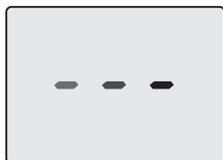
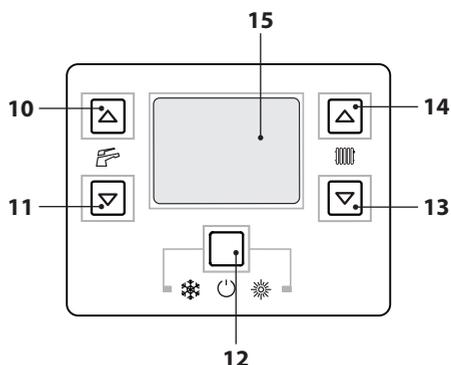

Figura 6.4
Figura 6.5
- Alimentare elettricamente la caldaia azionando l'interruttore bipolare previsto in installazione Il display LCD visualizza il simbolo  (i trattini vengono accesi in sequenza per simulare uno scorrimento) (Figura 6.4).
- Tenere premuto per 2 secondi il tasto 12 fino a far apparire sul display entrambe i simboli  e . Figura 6.5.
- Spegnerne la caldaia tenendo premuto per 2 secondi il tasto 12 (Figura 6.5) fino a far apparire sul display LCD il simbolo  (i trattini vengono accesi in sequenza per simulare uno scorrimento) (Figura 6.4).